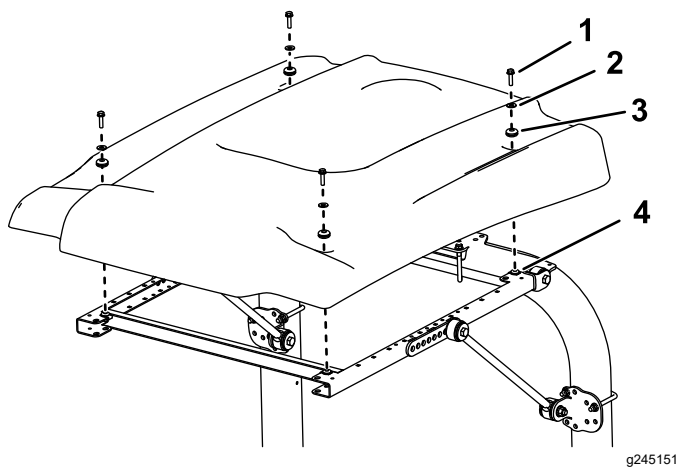

Figura 6
10. Alinee los taladros de montaje y posicione el toldo sobre el bastidor, según se muestra en Figura 6.
- Sujete provisionalmente cada esquina del toldo al bastidor con un perno con arandela prensada (5/16" x 1¼"), una arandela pequeña y un anillo de goma (Figura 6).